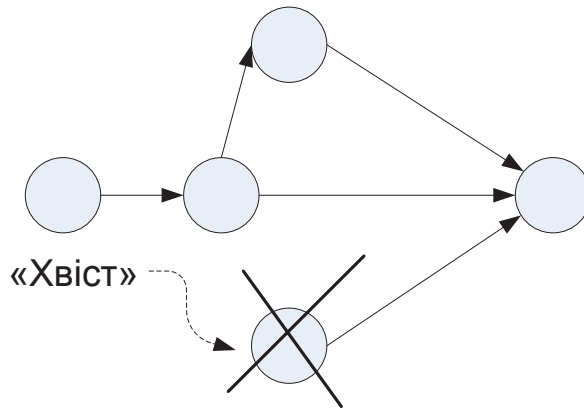

Рис. 5.11. Висяча подія
13. Не повинно бути висячих ("хвостових") подій, крім початкової, яким не передують хоча б одна робота (рис. 5.11).